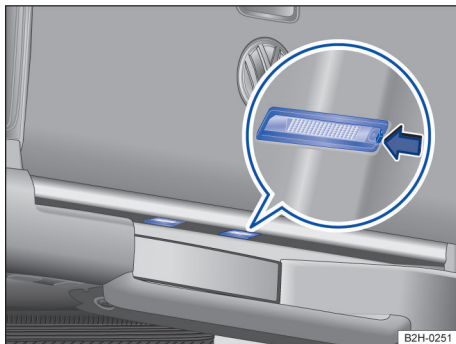

Fig. 164 En la chapa de cierre trasera, debajo de la compuerta de carga: luces de matrícula.
2. Presione con un destornillador en el rebaje de la luz de matrícula, en el sentido de la flecha → fig. 164.